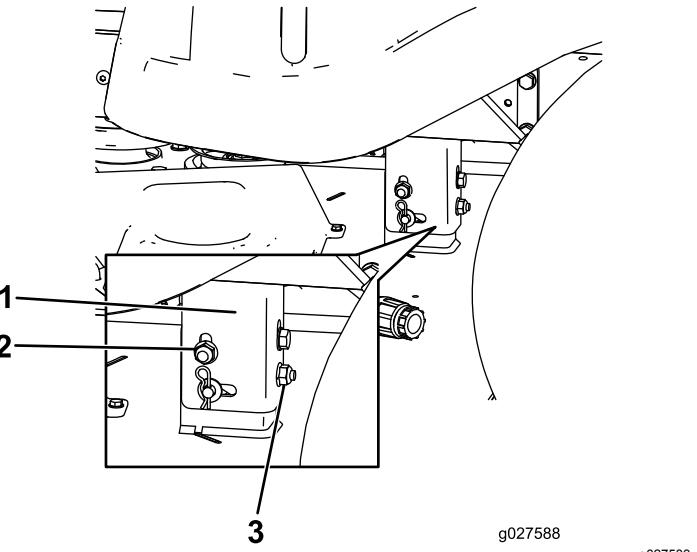

Рисунок 66
8. Поднимите или опустите левую сторону деки газонокосилки, вращая заднюю контргайку (Рисунок 66).
Примечание: Вращайте заднюю контргайку по часовой стрелке, чтобы поднять деку газонокосилки; вращайте заднюю контргайку против часовой стрелки, чтобы опустить деку газонокосилки (Рисунок 66).